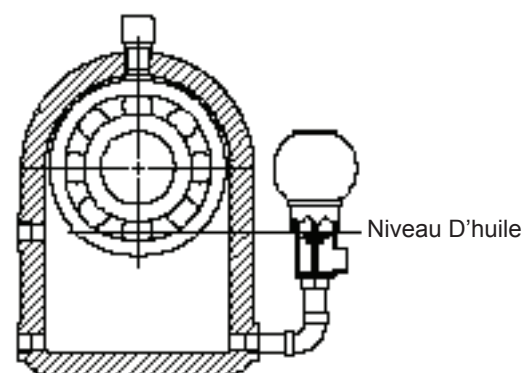

FIGURE 8a
- Pour les pompes verticales en ligne PACO de type VLF aux roulements lubrifiés (fig. 8a), un programme d'entretien périodique de l'huile doit être imposé. Les pompes munies de roulements lubrifiés à l'huile sont installées avec un réservoir transparent (graisseur à niveau constant) qui maintient le niveau d'huile environ à la ligne du centre du roulement. Lorsque cela s'avère nécessaire, l'alimentation en huile dans le réservoir du graisseur à niveau constant doit être renouvelée.